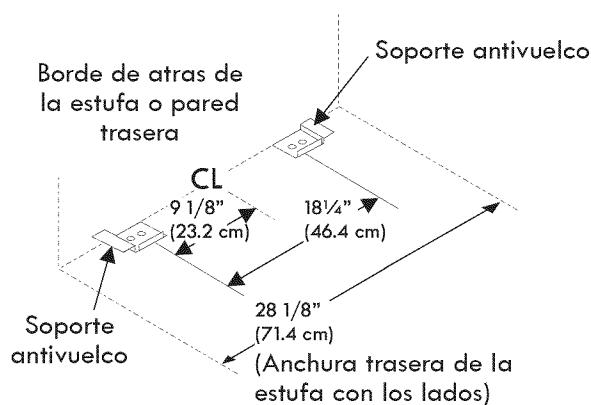

Figura 17
1. Desdoble la plantilla de papel y colóquela plana en el piso con los bordes laterales y el trasero colocados exactamente donde la parte trasera y los lados de la estufa serán colocados cuando sea instalada. (Use el diagrama siguiente para ubicar los soportes si no se dispone de la plantilla. (Ver la Figura 17))
4. Nivele la estufa si es necesario ajustando las cuatro patas niveladoras con una llave (Ver la Figura 17 abajo). Se requiere un espacio libre mínimo de 1/8" (0.8 cm) entre la parte inferior de la estufa y los niveladores de las patas traseras para dejar espacio para los soportes antivuelco.